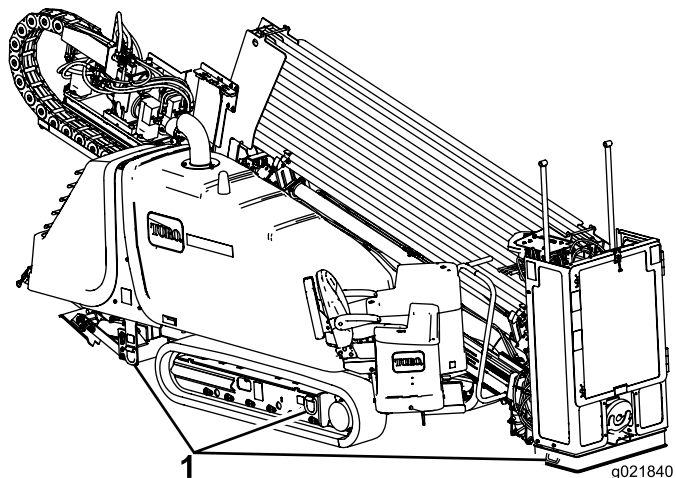

Рисунок 73
8. Используйте цепи и крепежные детали соответствующего класса для крепления за кольца на рамах левой и правой гусениц и плиты опускаемой стойки к трейлеру (Рисунок 73).